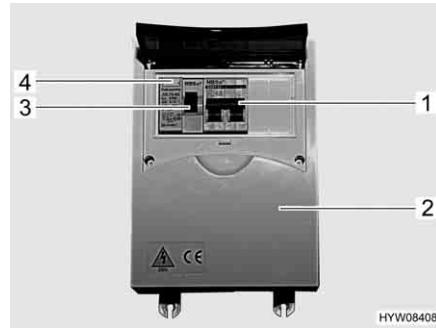

Fig. 48 Scatola dei fusibili a 230 V con interruttore di sicurezza e interruttore automatico FI
Un interruttore di sicurezza per correnti di guasto (interruttore automatico FI) (Fig. 48,3) nella scatola dei fusibili (Fig. 48,2) protegge l'intero veicolo da correnti di guasto (0,03 A).
L'interruttore di sicurezza collegato in serie (10 A) (Fig. 48,1) protegge le prese da 230 V, il frigorifero e la centralina elettrica.
- Se il veicolo è collegato all'alimentazione a 230 V, premere il tasto di controllo (Fig. 48,4). L'interruttore di sicurezza per correnti di guasto (FI) deve scattare.